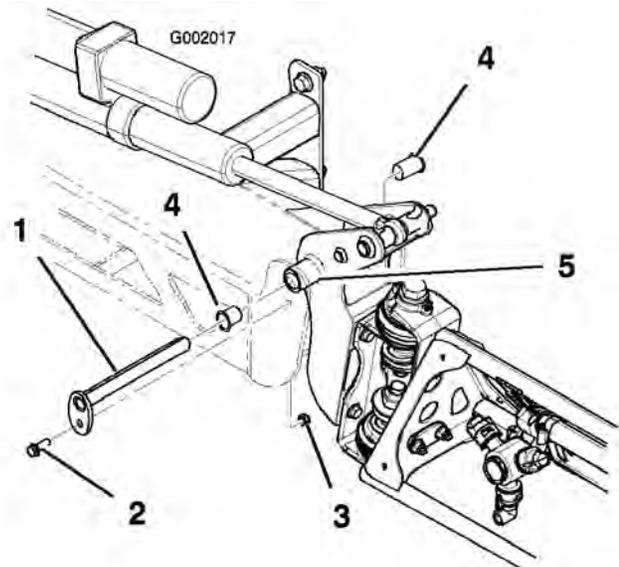

Figure 47
3. Lorsque le poids de la rampe est supporté, retirez le boulon et l'écrou de fixation de l'axe de pivot à l'ensemble rampe (Figure 47). Retirez l'axe de pivot.
- Déposez et examinez les bagues en nylon de l'avant et l'arrière du support de pivot (Figure 47). Remplacez les bagues défectueuses.
- Montez l'ensemble rampe et support de pivot dans le bâti central en alignant les ouvertures (Figure 47).